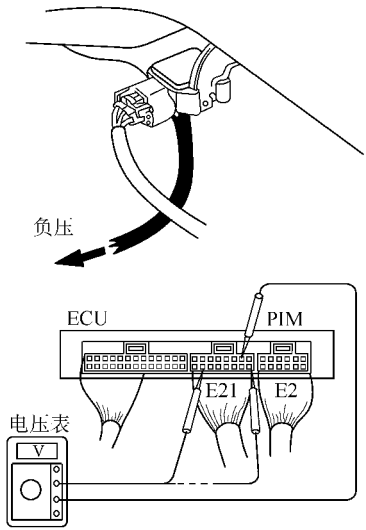

图 2-136
1) 将点火开关置于 ON 位置，从进气歧管脱开负压软管，将电压表连接到 ECU 的端子 PIM 和 E2 (E21) 之间，测量环境大气压力下的电压输出，如图 2-136 所示。